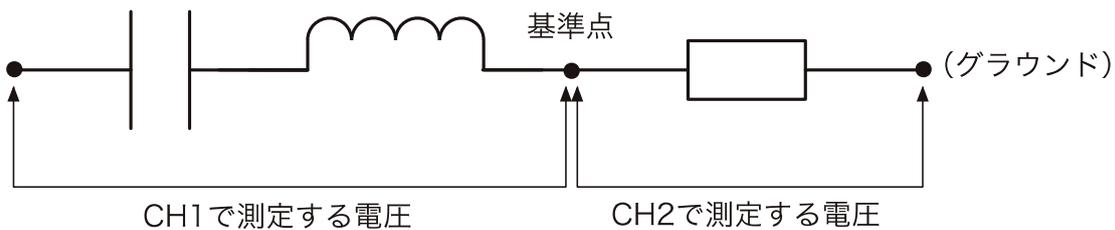

図 3-10 コンデンサー、コイルと抵抗の直列回路
(1) 図 3-10 に示すようなコンデンサー、コイルと抵抗の直列回路を組む。ブレッドボード上にコンデンサー、コイルと抵抗の足を差し込む。この回路では、直列回路のコンデンサー側に発振器出力をつなぎ、抵抗側にグラウンドをつないだことになる。
コンデンサー、コイルと抵抗の直列回路（回路図 3-10）につき、周波数 f , V_R の頂点間振幅 V_{pp} , V_C+V_L の頂点間振幅 V_{pp} のすべての測定値を解答用紙の表 3 に記入しなさい。